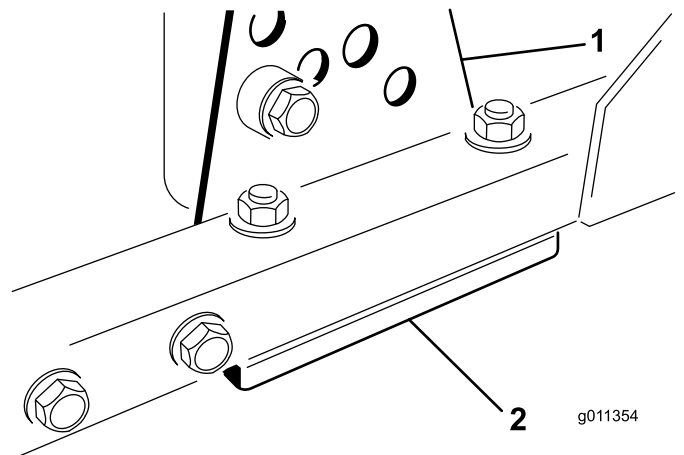

Figure 84
1. Retirez le support de hauteur de coupe (avant, gauche ou droit) du cadre de l'unité de coupe (Figure 84).
2. Insérez des cales de 1,5 mm (0,060 po) et/ou des cales de 0,7 mm (0,030 po) entre le cadre de l'unité de coupe et le support pour obtenir la hauteur de coupe voulue (Figure 84).